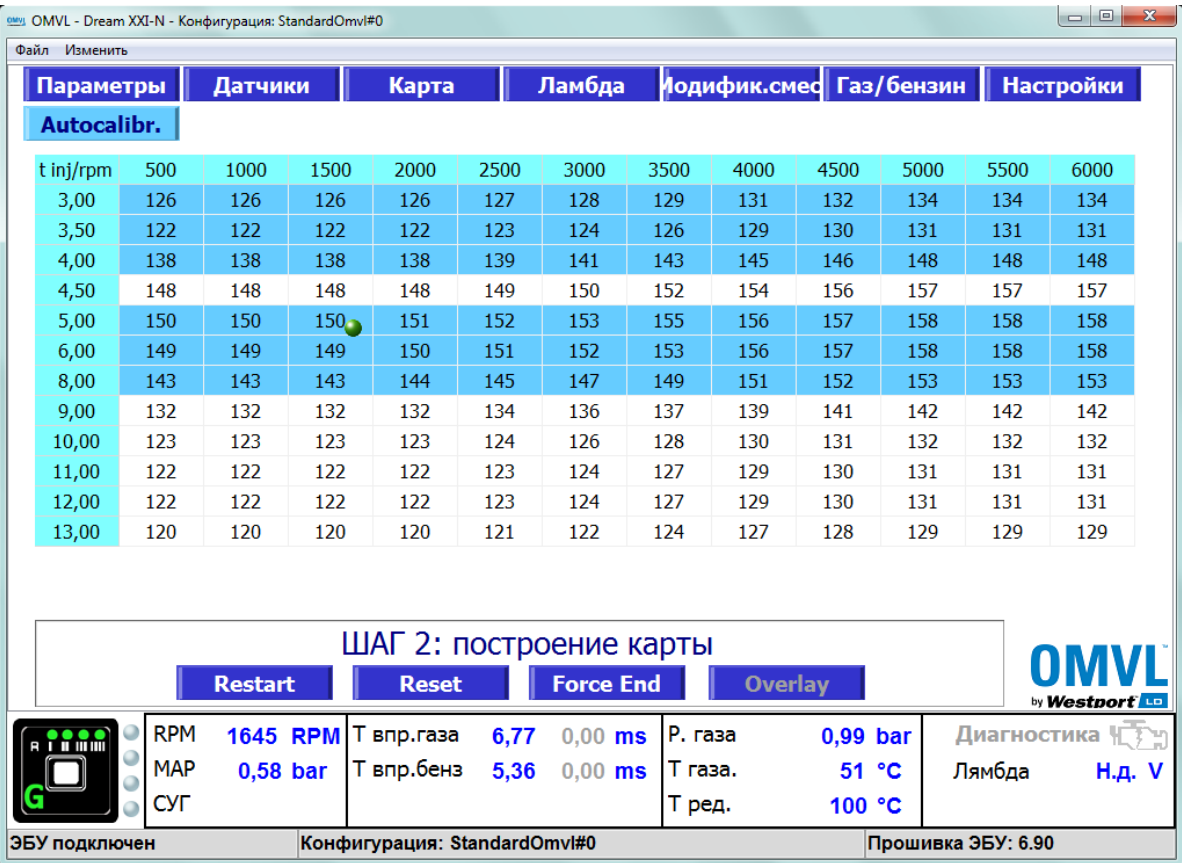

Рис. 2
- 2 этап – этап построения карты коэффициентов (рис. 2).